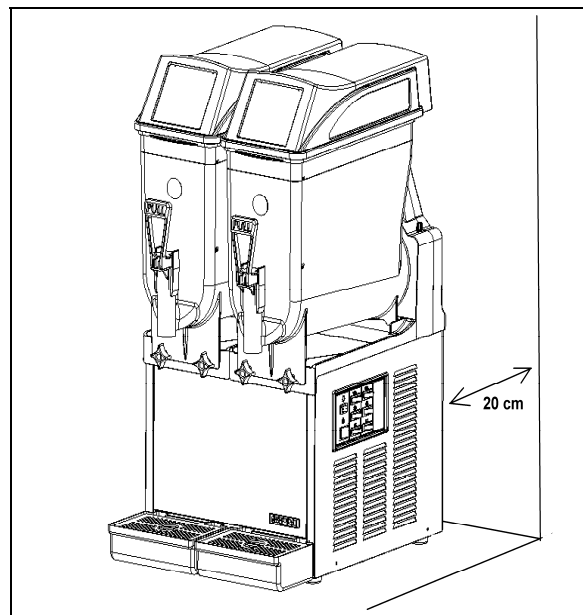

Fig. 14
b) Apoyar el aparato sobre una superficie horizontal y sólida de manera que la estructura del aparato esté bien ventilada (**al menos 20 cm de espacio libre en todo su entorno**, fig.14), instalar el aparato en un ambiente seco y evitar instalarlo cerca de fuentes de calor. **La temperatura ambiente de uso de la máquina debe estar comprendida entre los 24°C y los 38°C.**